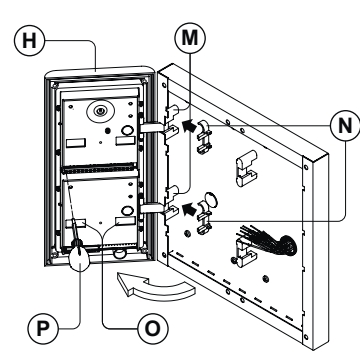

fig. 10
7. As shown in **Fig. 10**, open the module support frame **(H)** as suggested by the pointer, hook the hinge locks **(N)** to the hinges **(M)**, make the required connections using the screwdriver provided **(P)** (flat blade end) and make the required adjustment by adjusting the settings (through openings **(O)**) and adjust trimmers;
7. Come mostrato in Fig. 10, aprire il supporto moduli **(H)** come suggerito dalla freccia, agganciare i fermi **(N)** delle cerniere agli alloggiamenti **(M)**, collegare i fili utilizzando il cacciavite fornito (lato piatto) a corredo ed agire sulle fessure **(O)** dei moduli o sui fori dei trimmer per le opportune regolazioni;
7. Comme illustré sur la Fig. 10, ouvrir le support des modules (H) comme suggéré par la flèche, accrocher les butées (N) des charnières aux logements (M), raccorder les fils en utilisant le tournevis fourni (côté plat) et agir sur les fentes (O) des modules ou sur les trous des trimmers pour les réglages opportuns ;